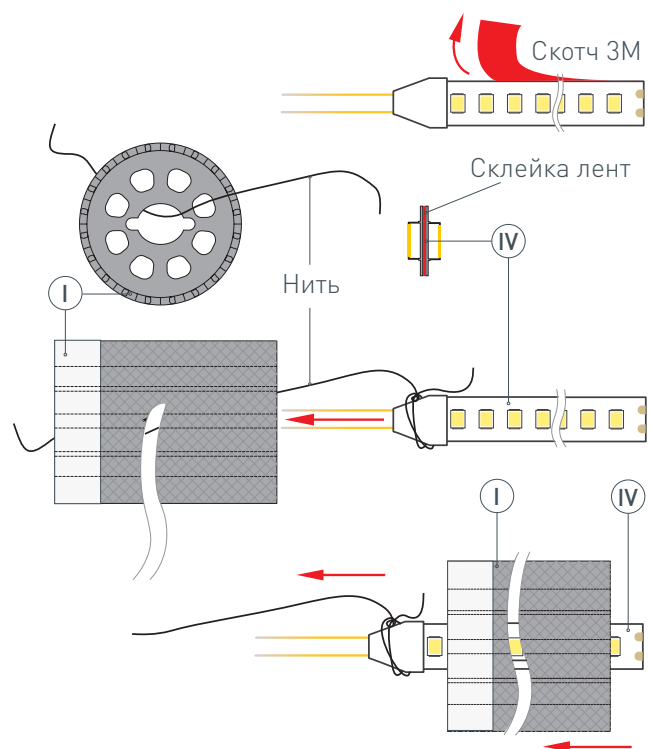

Рис. 1. Протяжка светодиодных лент ④ в профиль ①, вид сверху
- Закрепите держатели ② на поверхности и выведите наружу кабель от источника для питания светодиодной ленты.
- Установите\* светодиодные ленты ④ в профиль ①. Для этого необходимо снять защитный слой со скотчей на светодиодных лентах ④ и склеить ленты тыльными сторонами, чтобы можно было протянуть через профиль. Затем привязать нить (находится внутри профиля) с одной стороны профиля ① к склеенным светодиодным лентам ④, как показано на рис. 1. Чтобы втянуть ленты в профиль, сначала аккуратно поместите кабели питания светодиодных лент ④ внутрь профиля ①, а затем, насколько это возможно, вставьте край светодиодных лент. Аккуратно потяните за нить с другой стороны профиля ① и тем самым протяните\*\* светодиодную ленту ④ в профиль ①. Отвяжите нить от светодиодной ленты. **! ЗАМЕНА ЛЕНТЫ.** Если понадобится заменить уже установленные в профиле светодиодные ленты, то необходимо проделать те же действия: привяжите нить к светодиодным лентам с одной стороны профиля, аккуратно потяните ленту с другой стороны профиля. Таким образом, нить снова окажется внутри профиля, готовая для повторного использования.